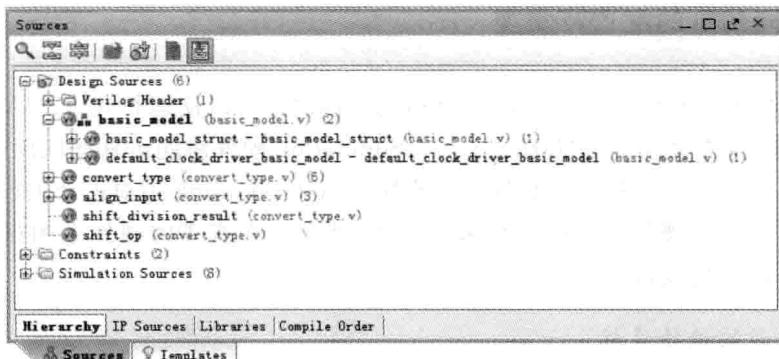

图 6.24 模型的 HDL 描述
- (1) 在保存 slx 文件的目录下,找到 netlist 子目录。在该子目录下,找到 hdl\_netlist 子目录。在该子目录下,双击 basic\_model.xpr。如图 6.24 所示,给出该设计模型的文件结构。